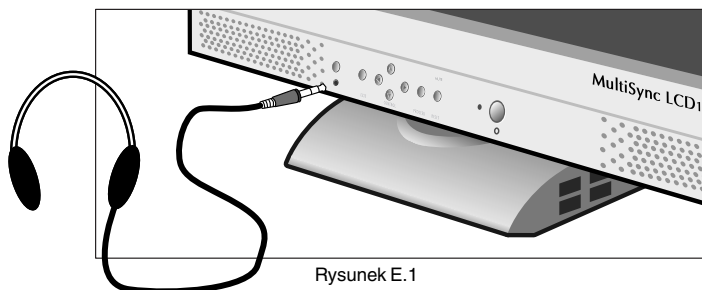

Rysunek C.1
3. Usuń pokrywę złącza i pokrywę przewodu. Podłącz 15-pinową końcówkę mini D-SUB kabla sygnałowego video do właściwego złącza w tylnej części monitora (Rysunek C.1). Umieść kabel sygnałowy video w zacisku C.